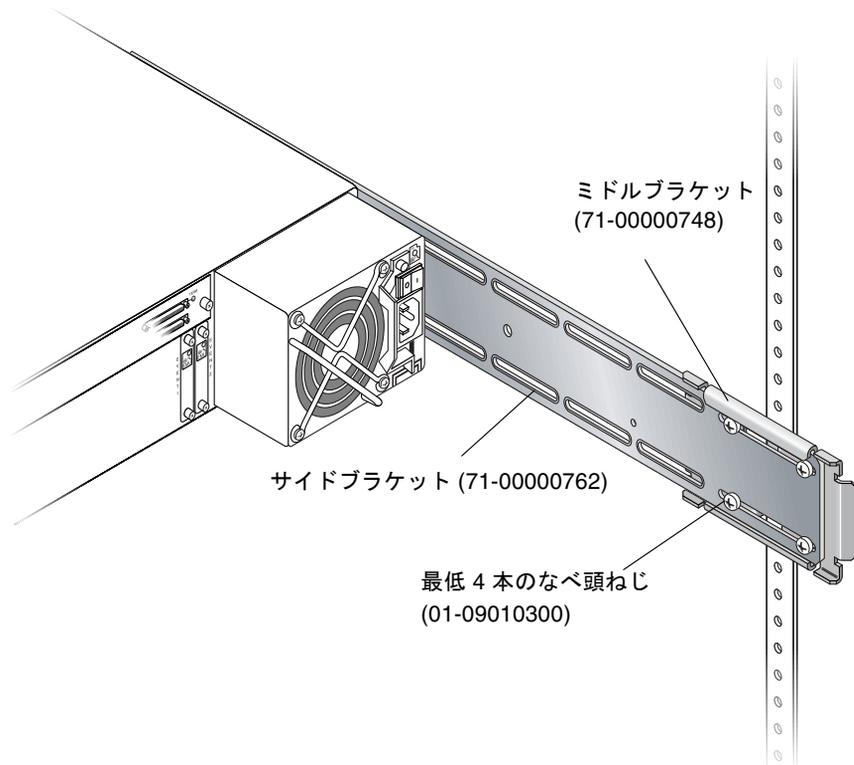

図 2-12 組み立て済みのミドルブラケットとサイドブラケット
8. 各サイドブラケットをミドルブラケットに取り付けます (図 2-12 を参照)。